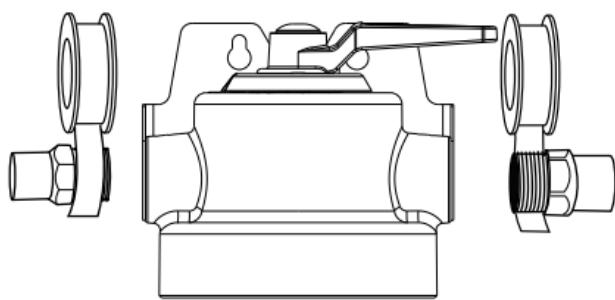

Figura 1
3. Aplique Cinta de fontanero (2 1/2 vueltas) alrededor del accesorio del tubo de cobre MNPT de 3/4 in. x 3/4 in. (1,9 cm x 1,9 cm) en el sentido de las manecillas del reloj (ver Figura 1) y fíjela contra la cabeza del filtro. No utilice sellador para tubos (acetato), puesto que los solventes de algunos tipos de acetatos para tubos podrían hacer que se dañen los accesorios plásticos. No apriete demasiado, pues podría dañar la cabeza del filtro.